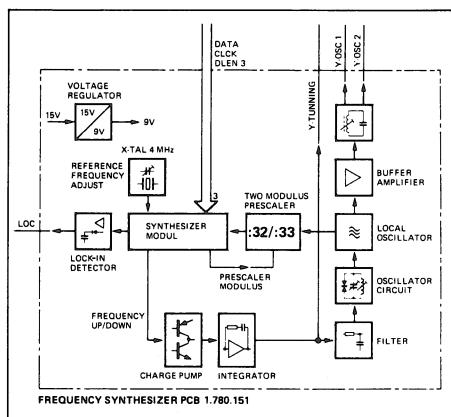

Fig. 3.5
**3.1.6 Frequenzsynthesizer und Lokoszillator (Fig. 3.5)**
**3.1.6 Frequency synthesizer and local oscillator (Fig. 3.5)**
**3.1.6 Synthétiseur de fréquence et oscillateur local (fig. 3.5)**
(Fig. 3.5)